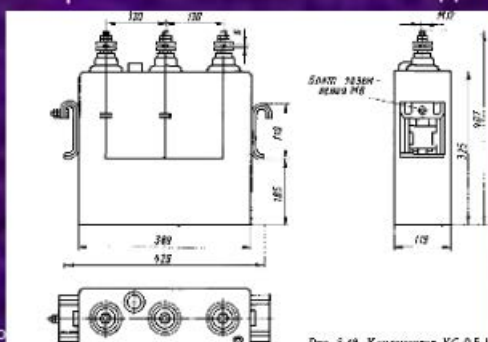

Рис. 8.48. Конденсатор КС-0,5-19
• Назначение. Конденсаторы КС-0,5-19 (рис. 8.48) предназначены для работы в цепях вспомогательных машин. Они удовлетворяют требованиям, предъявляемым к тяговой электроаппаратуре, и устанавливаются при замене комплекта конденсаторов типа КМ-0,5.